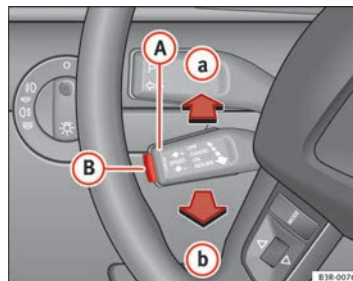

Fig. 155 Mandos del regulador de velocidad
- desplace la palanca **A** **fig. 155** hasta la posición **a** (sin encastrar).